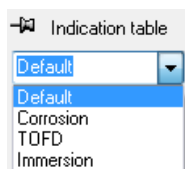

Abbildung 6-8 Auswahl einer vordefinierten Messwertkategorie in Fehlertabelle
5. Wählen Sie im Dialogfeld **Fehlertabelle** eine vordefinierte Messwertkategorie aus (siehe Abbildung 6-8 auf Seite 345), um die in der Tabelle angezeigten Messwerte zu bestimmen.